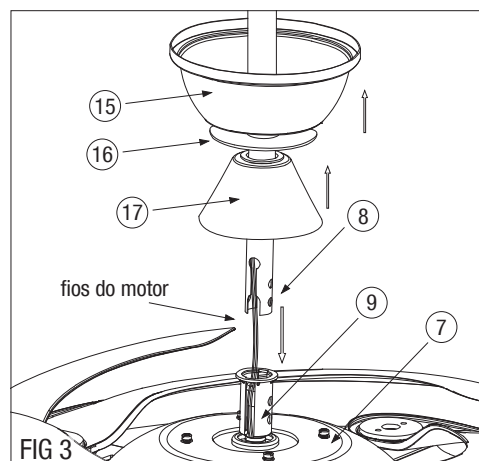

FIGURA 3
Na haste ⑧, coloque a canopla superior ⑮, o disco de acabamento ⑯ e a canopla inferior ⑰, conforme a figura 3. Insira os fios do motor na lateral aberta da haste e passe os fios até saírem pela parte superior. Encaixe a haste no eixo do motor e alinhe os furos das peças.